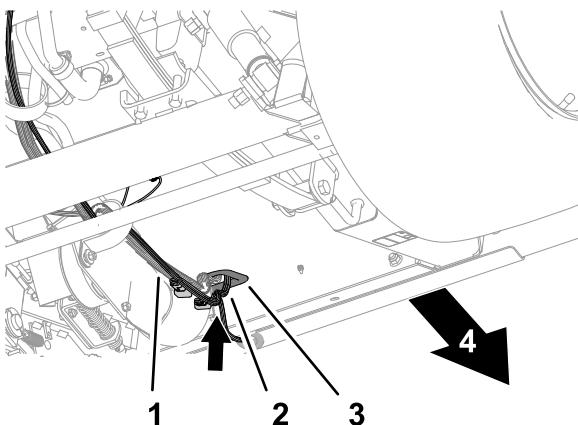

Figure 18
1. Acheminez la branche de 108 cm du faisceau du kit vers le haut, le long du faisceau avant de la machine et à travers le passe-câble situé dans le panneau de plancher (Figure 18).